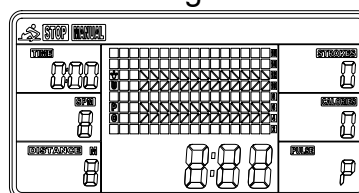

Fig. 4
- (1) **MANUAL (fig. 4):** Det finns två alternativ i läget MANUAL.